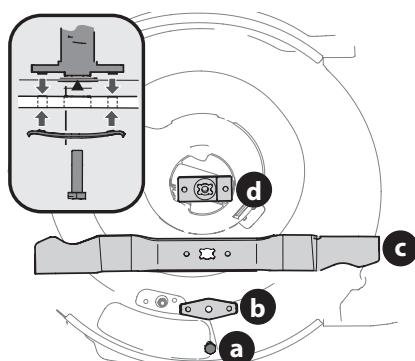

Figura 24
4. Retire el perno (a) y el soporte de campana de la cuchilla (b) que sostienen la cuchilla y el adaptador al cigüeñal del motor (Figura 24).
5. Retire la cuchilla (d) y el adaptador de la cuchilla (d) del cigüeñal (Figura 24).
7. Lubrique el cigüeñal del motor y la superficie interna del adaptador de la cuchilla con aceite ligero. Vea el recuadro de la Figura 24.